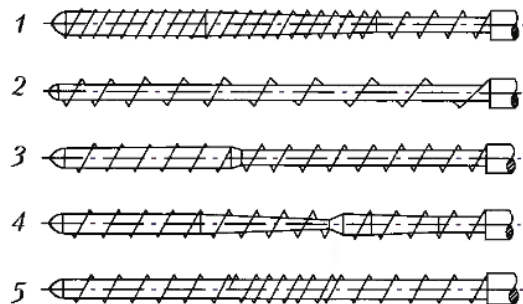

Рисунок 3 – Различные формы шнека:
5.5. Для решения задания необходимо разработать технологическую схему (рисунок 1) процесса изготовления изделия методом экструзии либо выдувным формованием, выбрав соответствующее оборудование: шнек (рисунок 3), экструзионные головки (таблица 2), полимер (таблица 3), параметры техпроцесса, исходя из условий изготовления изделия (таблица 4). Обосновать свой выбор.
5. Для решения задания необходимо разработать технологическую схему (рисунок 1) процесса изготовления изделия методом экструзии либо выдувным формованием, выбрав соответствующее оборудование: шнек (рисунок 3), экструзионные головки (таблица 2), полимер (таблица 3), параметры техпроцесса, исходя из условий изготовления изделия (таблица 4). Обосновать свой выбор.
Для решения задания необходимо разработать технологическую схему (рисунок 1) процесса изготовления изделия, выбрав оборудование: шнек (рисунок 3), экструзионные головки (таблица 2), полимер (таблица 3), параметры техпроцесса, исходя из условий изготовления изделия (таблица 4).